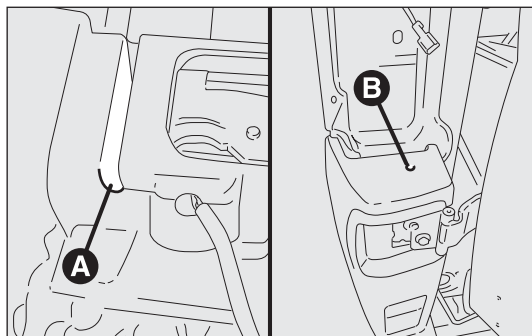

fig. 198
- svitare il fissaggio inferiore A tra paraurti centrale e laterale fig. 198;